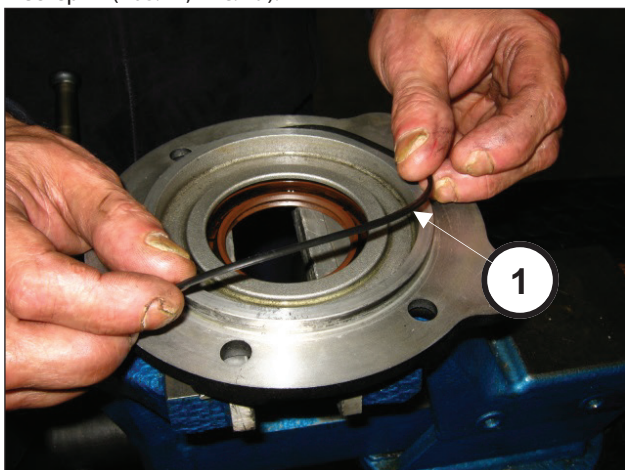

Рис. 79
Установите уплотнительное кольцо в крышку ведущей шестерни (поз. ①, Рис. 79).